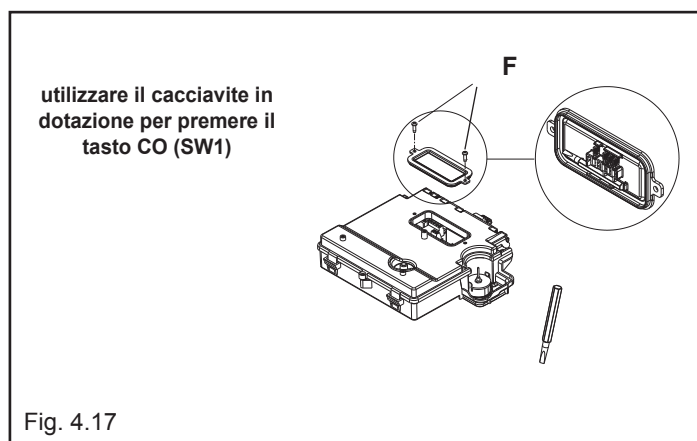

Fig. 4.17
- rimuovere il coperchio ispezione parti elettriche svitando le 2 viti (F) di fissaggio (Fig. 4.17)
- rimuovere il coperchio ispezione parti elettriche svitando le 2 viti di fissaggio (Fig. 4.17)